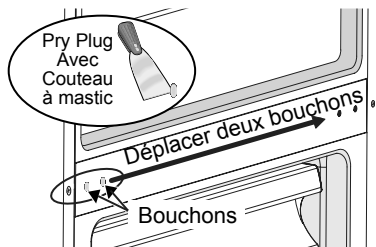

Figure 15
23. Utilisez un couteau à mastiquer pour retirer délicatement les bouchons des vis de la charnière centrale et réinstallez-les sur le côté opposé de l'armoire réfrigérante (voir Figure 15).